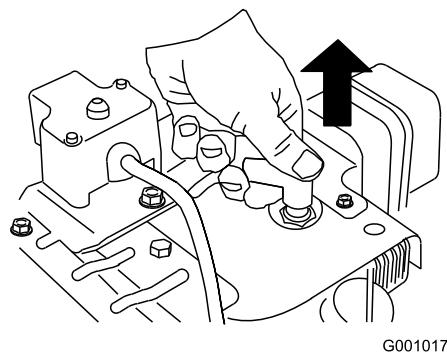

Bild 40
3. Ziehen Sie den Kerzenstecker ab (Bild 40).